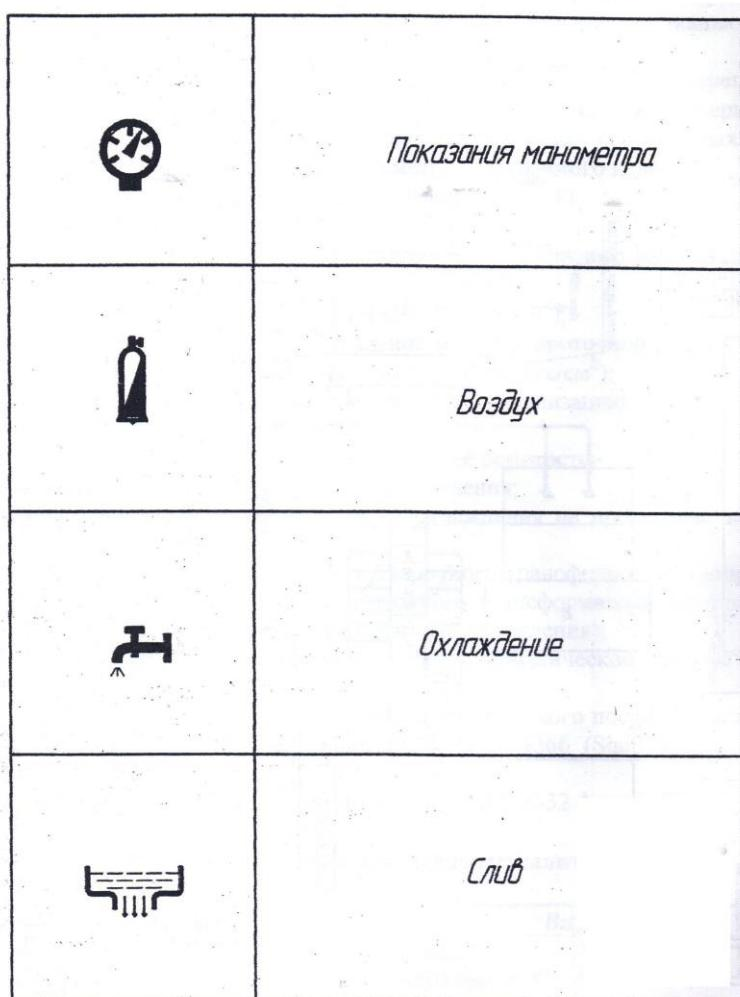

Рис. 8. Расшифровка символов
- Рис. 8. Расшифровка символов